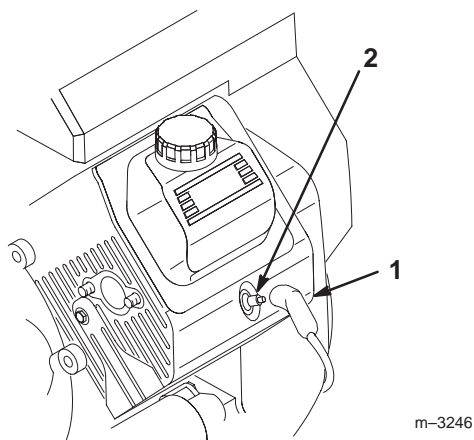

Figure 52
3. Débranchez les fils des bougies (Fig. 52).
3. Rebranchez les bougies (Fig. 52).